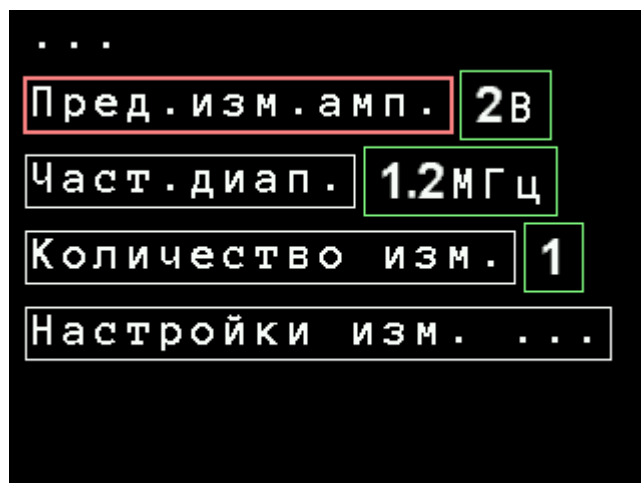

Рисунок 2.6. Подменю «Настройки ...»
- подменю «Настройки ...», в котором непосредственно производится настройка всех параметров прибора (см. рисунок 2.6).